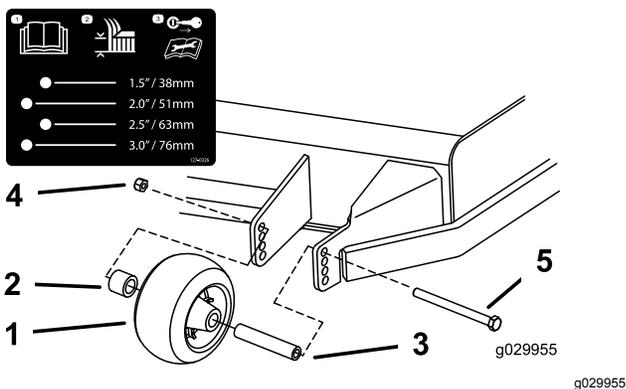

Figura 30
3. Ajuste los rodillos protectores del césped como se muestra en Figura 30.